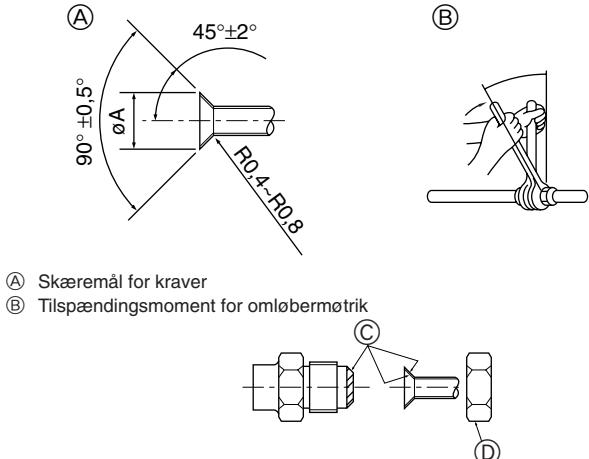

Fig. 4-2
(B) (Fig. 4-2)
4.2. Forbindelsesrør (Fig. 4-2)